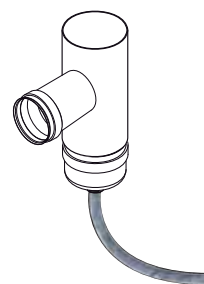

fig 5.5.3
**Il est nécessaire de prévoir un tuyau au fond du premier T au niveau de la sortie de la fumée, afin de permettre l'évacuation de l'eau de condensation qui peut se former dans le conduit (fig. 5.5.3).**